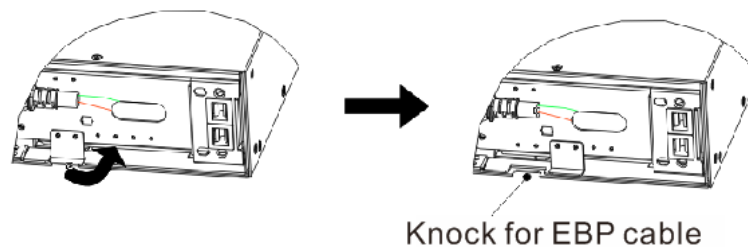

Abbildung 9
b) Entfernen Sie den Führungsblock des USV-Batteriekabels (siehe Abbildung 9).